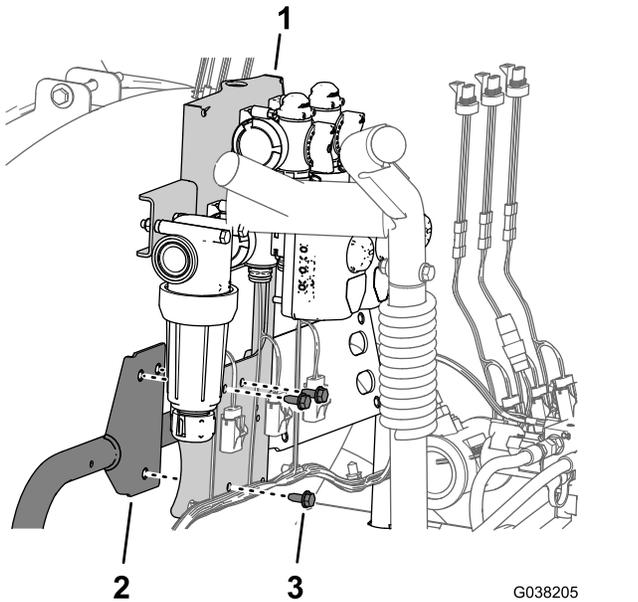

Bild 48
1. Fluchten Sie die drei Löcher in der Halterung des Rührwerk-, Dosierungs- und Hauptsprühventil mit der Befestigung aus (Bild 48).
2. Befestigen Sie die Halterung für die Rührwerk-, Dosierungs- und Hauptsprühventile mit den drei Bundkopfschrauben (5/16" x 3/4"), die Sie in Schritt 1 in Entfernen der Rührwerk-, Dosierungs- und Hauptsprühventile von der Maschine \(Seite 16\) entfernt haben, an der Befestigung (Bild 48).